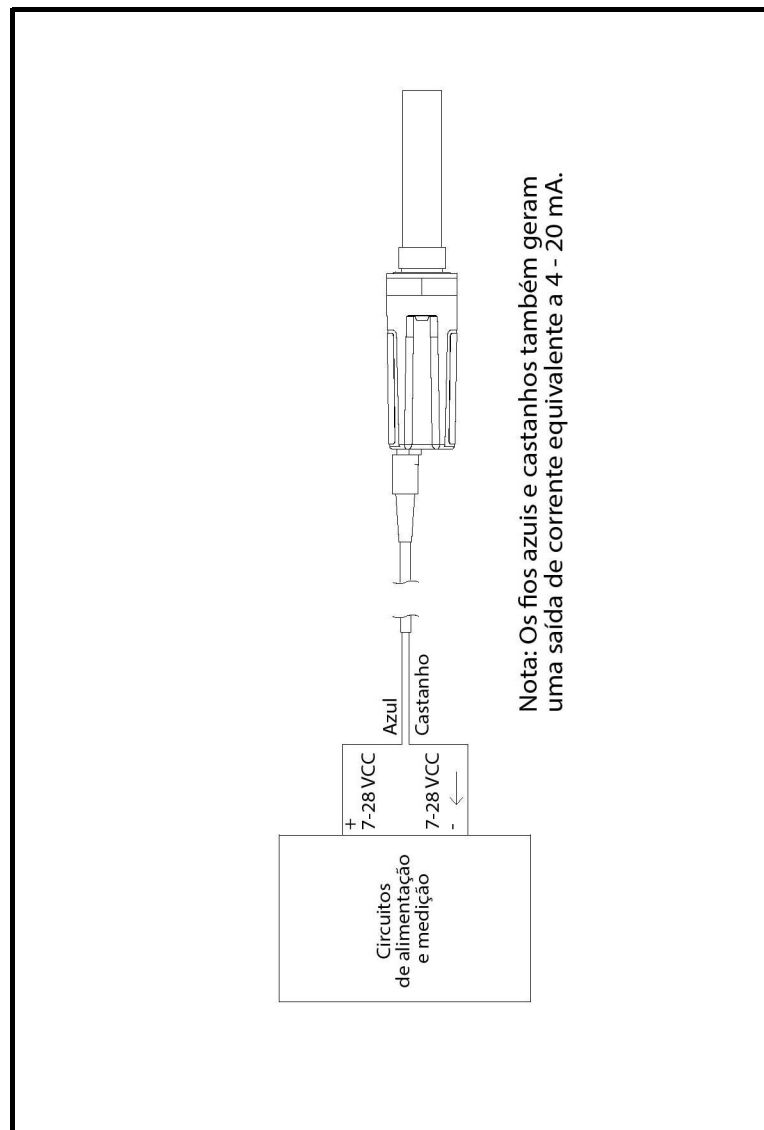

Figura 2: Ligações de cablagem
- Utilizando os fios aéreos na outra extremidade do cabo do transmissor, ligue o transmissor à sua fonte de alimentação e ao sistema de aquisição de dados (DAS), tal como indicado na Figura 2 na página 4. Consulte a Tabela 1 para obter uma descrição dos fios no cabo fornecido pela fábrica.